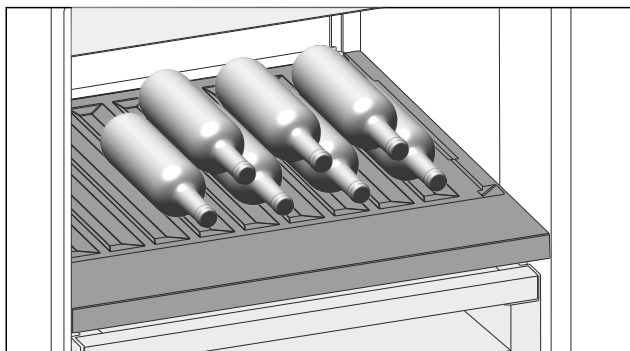

Fig. 90
- ▶ 将瓶底向后对着后壁放入瓶子。(参见 Fig. 90)